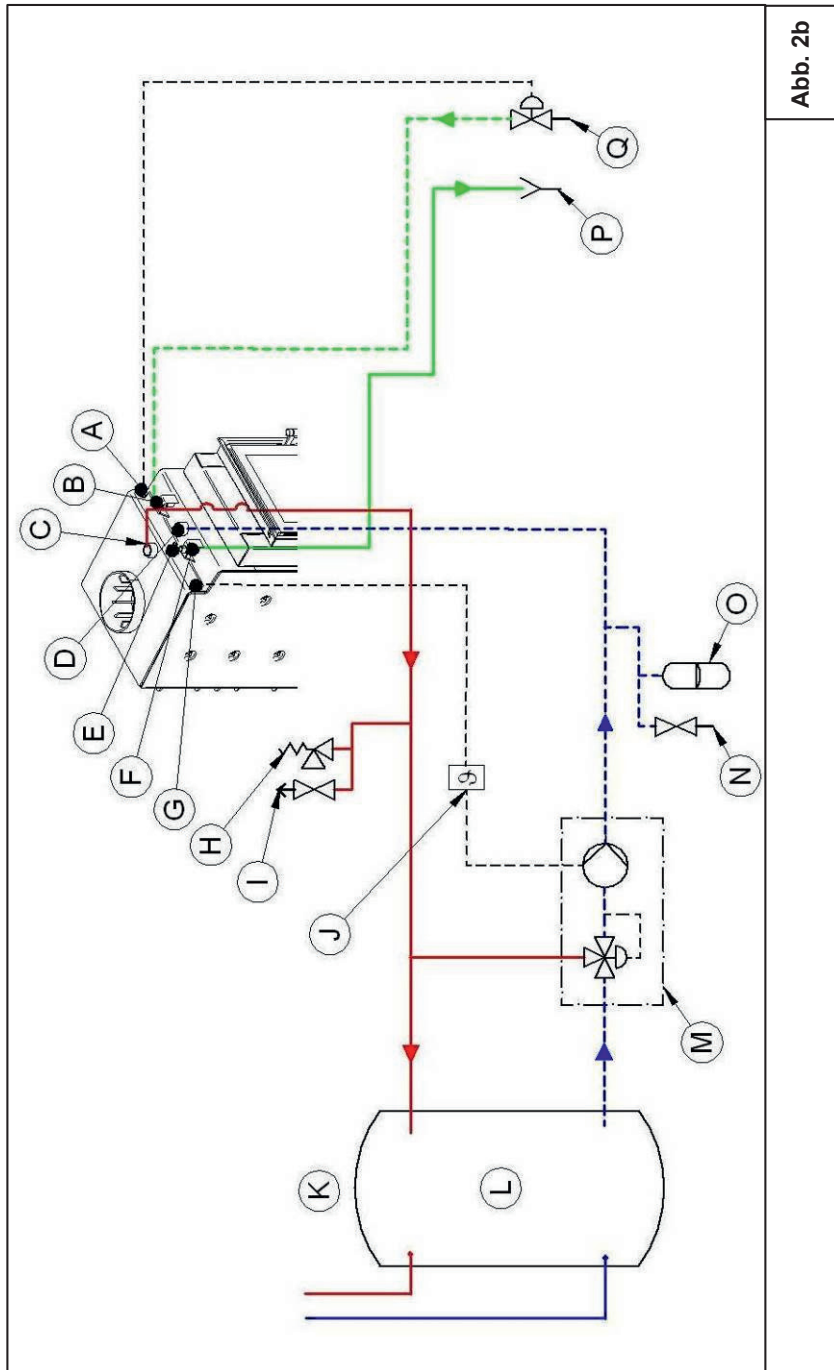

Abb. 2b
**Mögliche Variante für die Einbindung des Renova A H2O in eine Heizungsanlage (siehe Abb. 2b)**
**Bitte beachten Sie:** Die **Abbildung 2b** zeigt eine Möglichkeit wie der Renova A H2O in eine bestehende Heizungsanlage integriert werden kann. Diese ersetzt allerdings nicht die ausführliche Planung der Installation durch ein Fachunternehmen.
Die mitgelieferte thermische Ablaufsicherung (z.B. Fa. SYR, Typ 3065) ist für einen Mindestdurchsatz von 900 kg/h Wasser geprüft und zugelassen. Der Anschluss kann gemäß **Abb. 2b** erfolgen. Der Fühler der Kapillarrohrleitung ist in die entsprechend markierte Anschlussöffnung des Renova A H2O (in die eingedichtete Tauchhülse) einzuschieben und dauerhaft zu fixieren.